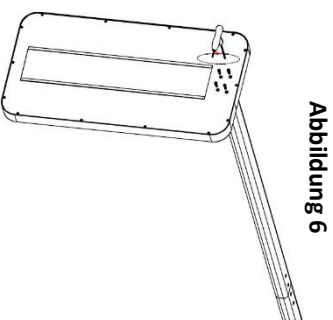

Abbildung 6
5. Verschrauben Sie den Leuchtenkopf mit dem Standprofil mit den mitgelieferten Schrauben (siehe Abb. 6).